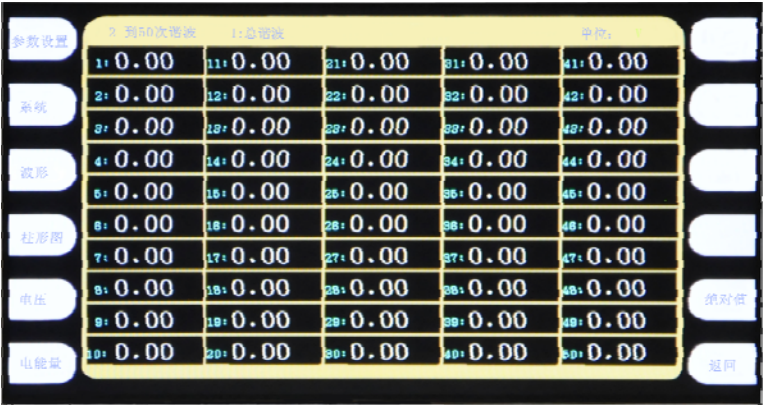
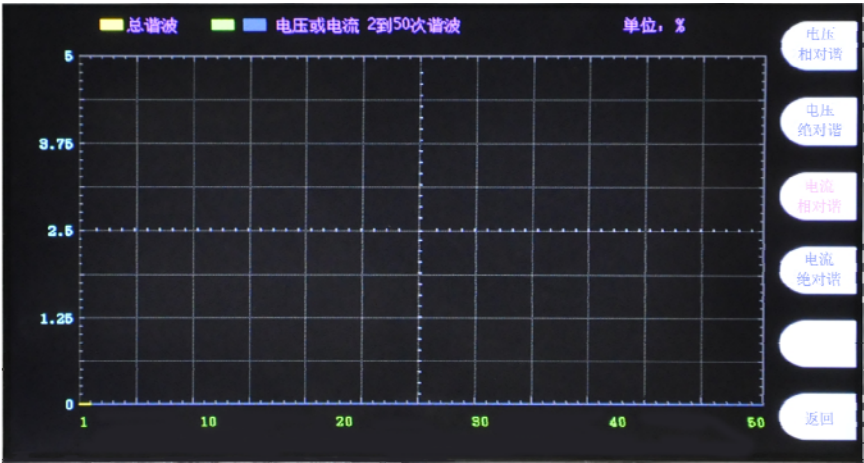
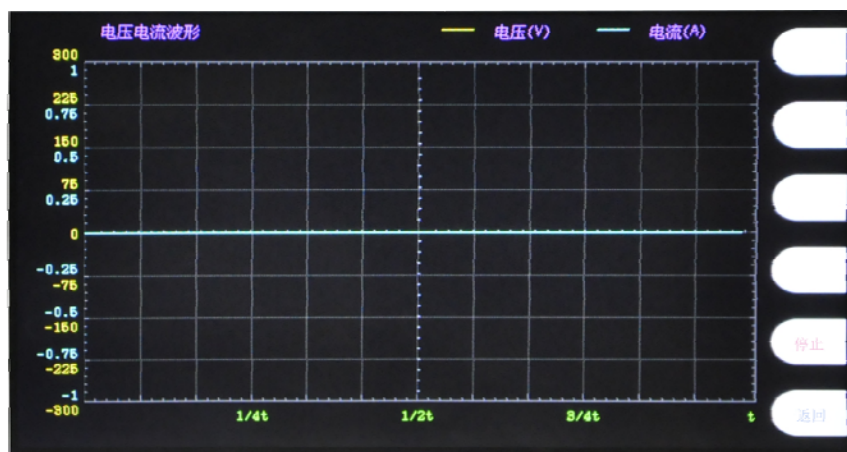

图 4-3
图 4-4
图 4-5
谐波测量结果显示分为 2 种显示形式，即列表显示，柱形图显示。通过图 4-1 的“谐波”按键进入列表显示，如图 4-3。通过图 4-1 的“柱形图”按键进入柱形图显示，如图 4-4。谐波测量部分只测量输入端。
1) 在主测量界面下，按图 4-1 的“谐波”按键，便进入如图 4-3 谐波测量界面。
- 1) 当谐波测量设置为电压或电流时，谐波分析列表结果如上图 4-3 所示，结果上方的标题处带有参数符号及单位提示，可表明该列的结果是电压还是电流或是相对谐波还是绝对谐波。
- 1) 在图 4-1 界面下，按“**柱形图**”按键进入显示谐波柱状图如图 4-4。
- 2) 进入图 4-4 后，右侧按钮出现“**电压相对谐波**”、“**电压绝对谐波**”、“**电流相对谐波**”、“**电流绝对谐波**”共四个按键，可直接按下相应的按键，直接观测您需要的参数。
- 1) 在图 4-3 界面下，按“波形”按键进入曲线图如图 4-5。
- 2) 按图 4-5 的“召测”键进行曲线描绘。
- 3) 按图 4-5 的“停止”键停止曲线召测。
- 4) 按图 4-5 的“返回”键退出当前界面。